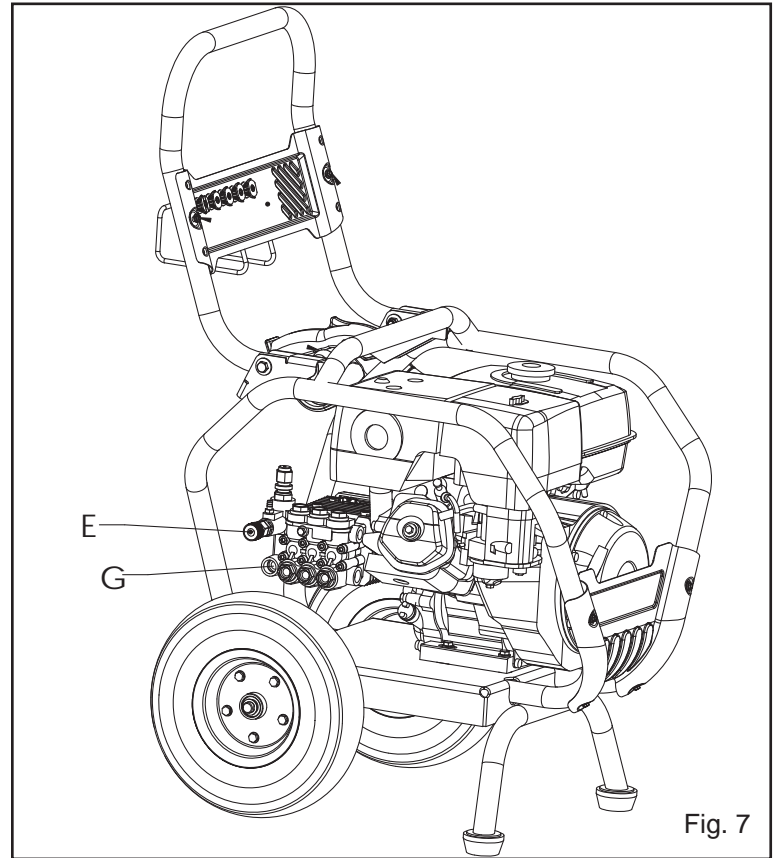

Fig. 7
1. Asegúrese de que la manguera para productos químicos esté presionada sobre el pico dentado (G) que está cerca de la conexión de la manguera de alta presión de la bomba, según se muestra (E). (Fig. 7)